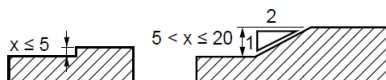

Figura 68 – Tratamento de desníveis
6.3.4.1 Desníveis de qualquer natureza devem ser evitados em rotas acessíveis. Eventuais desníveis no piso de até 5 mm dispensam tratamento especial. Desníveis superiores a 5 mm até 20 mm devem possuir inclinação máxima de 1:2 (50 %), conforme Figura 68. Desníveis superiores a 20 mm, quando inevitáveis, devem ser considerados como degraus, conforme 6.7.